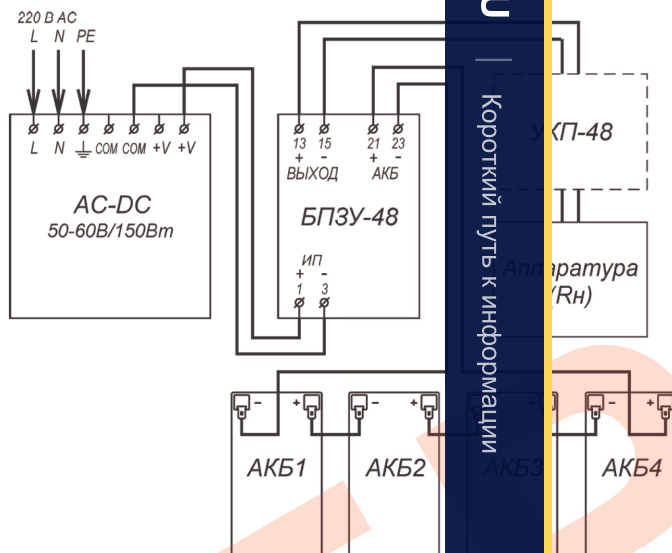
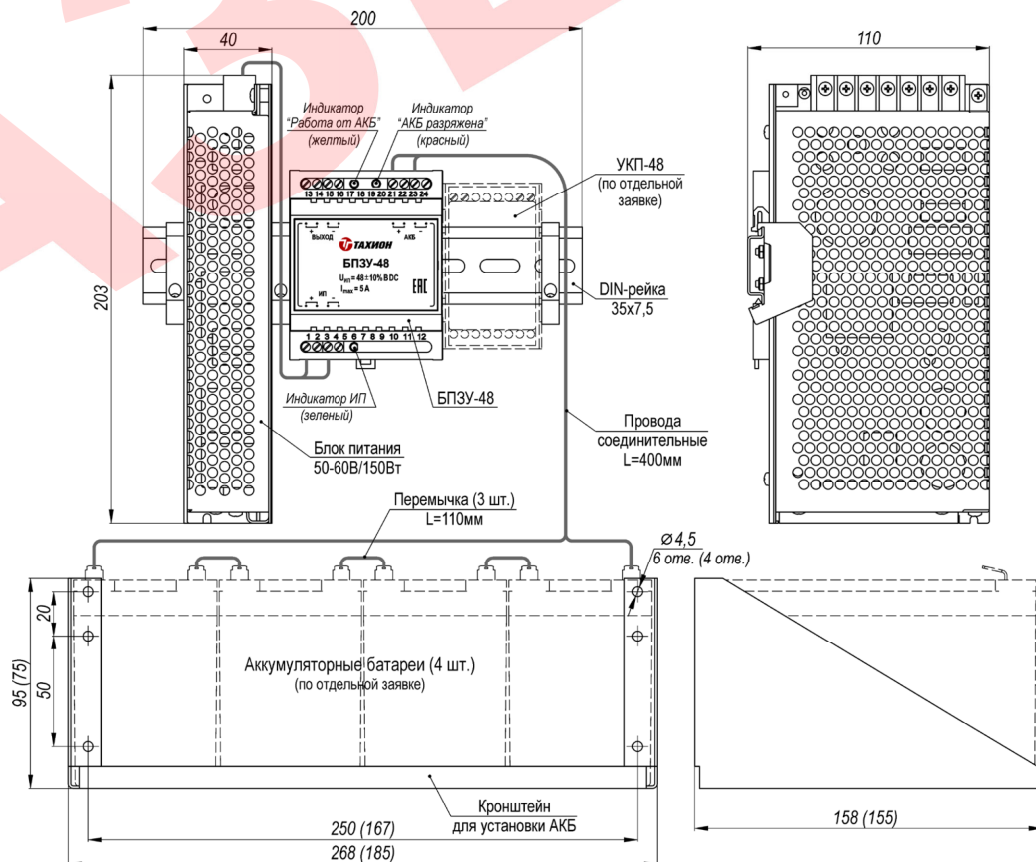

Рис.2 Схема электрическая принципиальная
Рис.1 Устройство, габаритные и установочные размеры
Подключение цепей изделий производится в соответствии со схемой электрической принципиальной (рис.2). Для подключения необходимо:
2. Установить аккумуляторные батареи на кронштейн (см. рис.1) и подключить их проводами соединительными к контактам 21 (+) и 23 (-) БПЗУ-48, соблюдая полярность. Соединить аккумуляторы перемычками.
4. Подать трехпроводным кабелем напряжение питания 220 В AC на соответствующие контакты блока питания, при этом фазный провод (L) соединить с контактом L, нулевой провод (N) с контактом N, а провод заземления соединить с контактом PE.
| 12. Габаритные размеры | см. рис.1 |
Устройство изделия приведено на рис.1, схема подключения на рис.2.